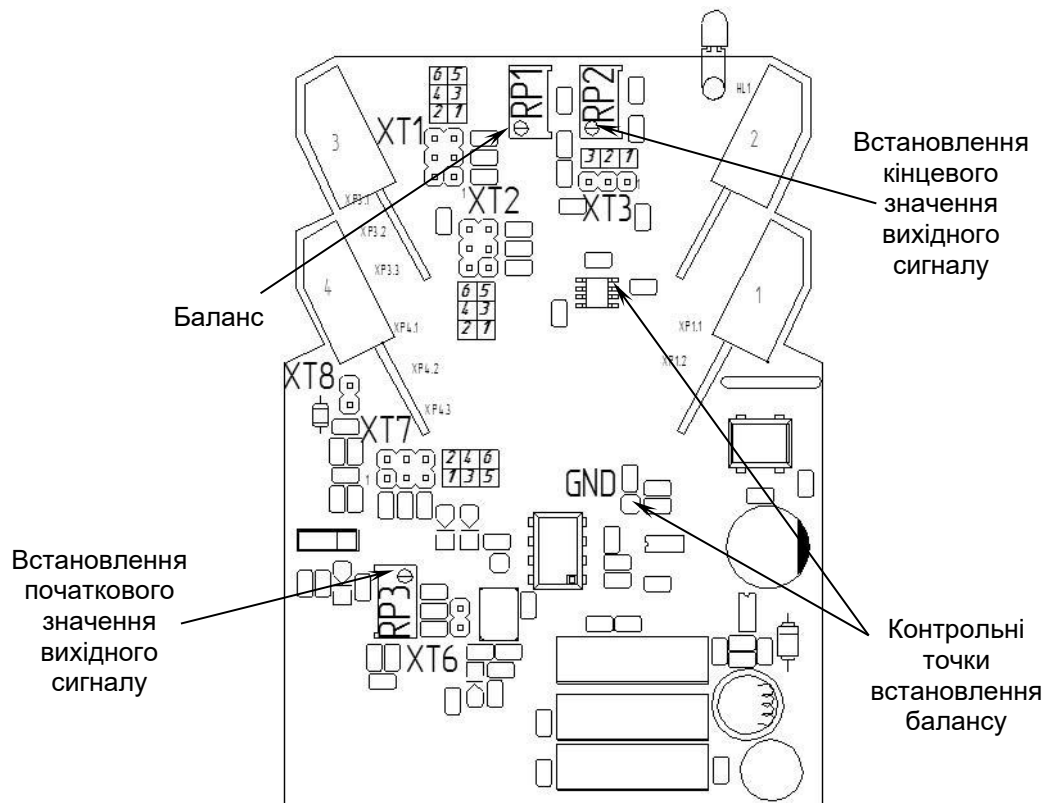

Рисунок 4.2 - Схема розташування органів регулювання та елементів налаштування БСС-21
4.2.4 Для перенастроювання блоку на інші вхідні/вихідні сигнали використовуйте рисунок 4.2 та таблиці 4.1, 4.2, 4.3.
ОР-07 і землею (рисунок 4.2 – встановлення балансу) потенціометром RP1 виставити значення балансу близьке до нуля ($U=0\pm 2$ мВ).